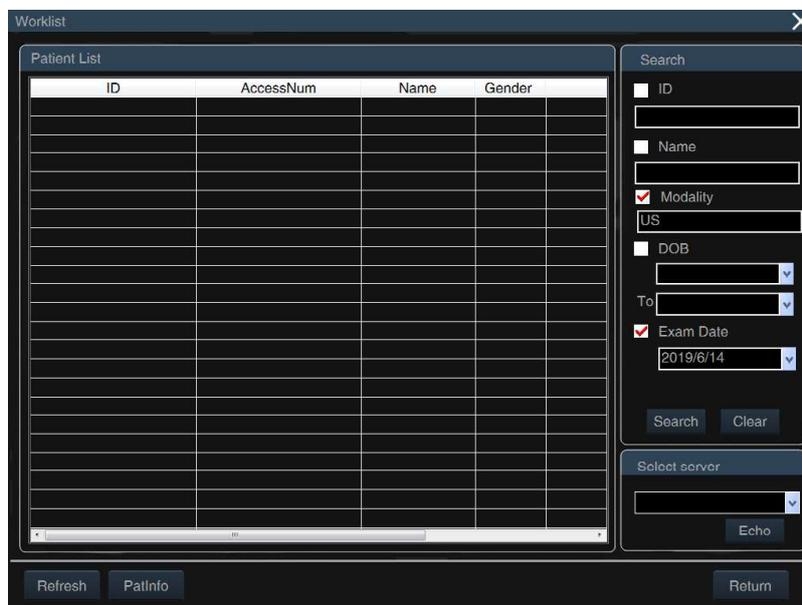

Fig. E-16 Tela da lista de trabalho
- 2) Clique em Lista de Trabalho para entrar na tela **Lista de Trabalho**, conforme mostrado na Fig. E-16. Esta tela lista a lista de pacientes armazenada no servidor Worklist. O usuário pode recuperar os dados do paciente e salvá-los no arquivo local para um novo exame. Para a operação específica, ver secção 7.1.